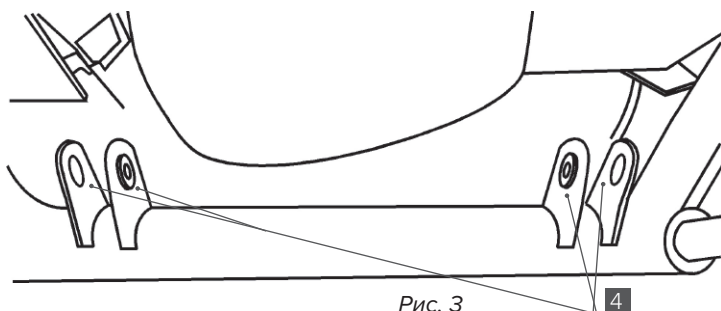

Рис. 3
- Приварите по месту кронштейны [4] для крепления к балке (Рис.3). Убедитесь, что установленный корпус СРПМ [1] с прикрученным к нему РЗМ не касается балки, поперечной рулевой тяги, карданного вала и других элементов автомобиля.